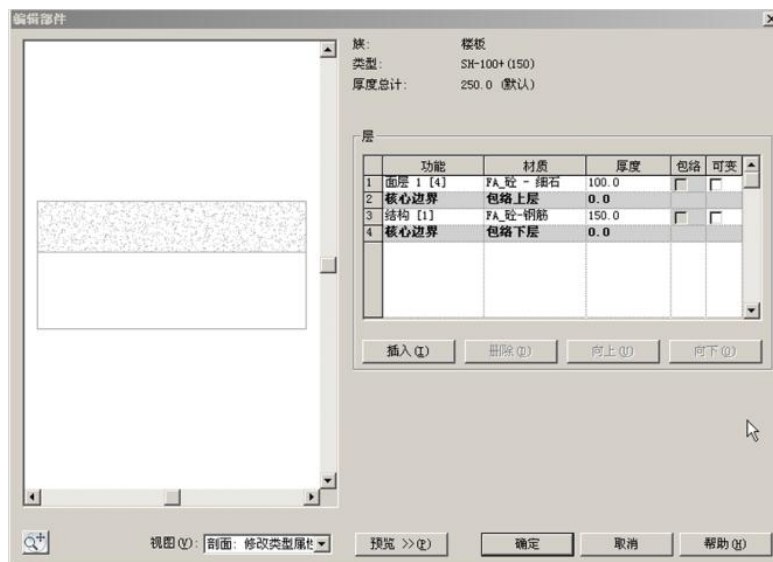

图 6-17
- 16) 打开“类型属性”，在“类型属性”对话框中单击“重命名”将原有楼板“SH-150”更名为“SH-100+ (150)”，在单击结构后的“编辑”按钮，在打开的“编辑部件”对话框中添加一构造层，将 1 层“功能”修改为“面层 1 [4]”，“材质”为 FA\_砼 - 细石砼 “厚度”修改为 100（如图 6-17 所示）。